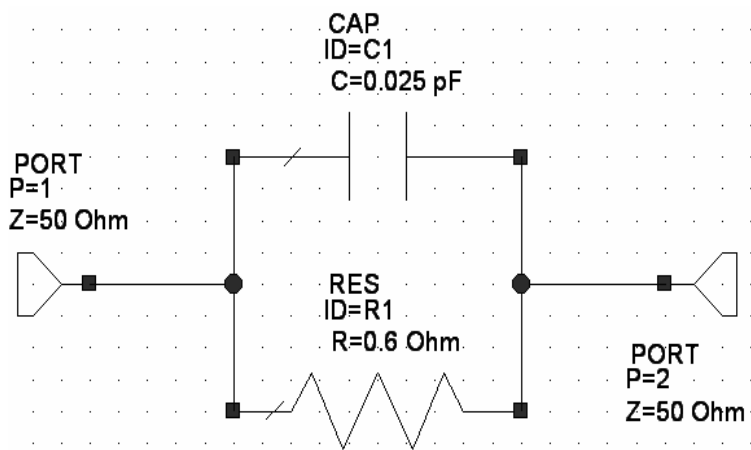

Рис. 2.29
13. Аналогично подключите к схеме второй порт. Полученная эквивалентная схема диода показана на рис. 2.29.